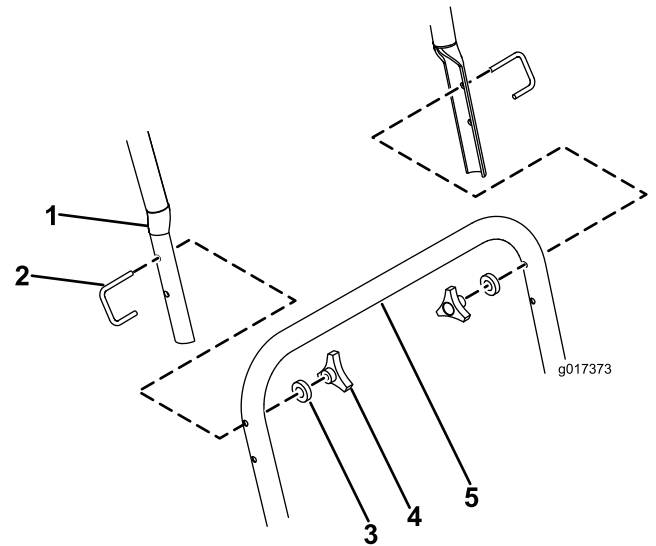

図4
5. 下ハンドルに、上ハンドルを接続する左右それぞれの側でUボルト1本、M6ワッシャ1枚、ハンドルホイールを使用する図4。